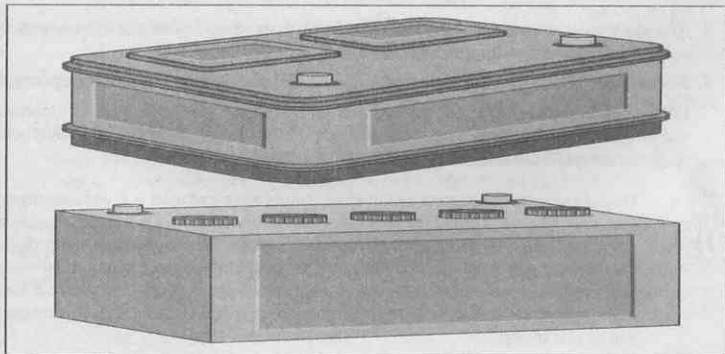

Рис. 3.5. Крышки батарей со снимаемыми крышками или планками
1. Если у вас старый тип батареи со снимаемыми крышками банок, снимите их (рис. 3.5).